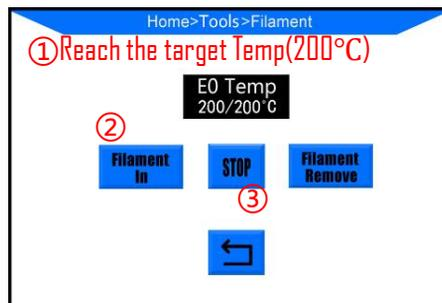

Abbildung 15
(4) Wie in Abb. 15 dargestellt, schieben Sie den Druckkopf nach links, wenn die Zieltemperatur (200 °C) erreicht ist, klicken Sie erneut auf "Filament in", der Extruder führt das Filament automatisch zu, bis das Filament durch die Düse geschmolzen ist. Klicken Sie jetzt auf "Stop" auf dem Bildschirm, Sie können die Düse mit einer Pinzette reinigen.